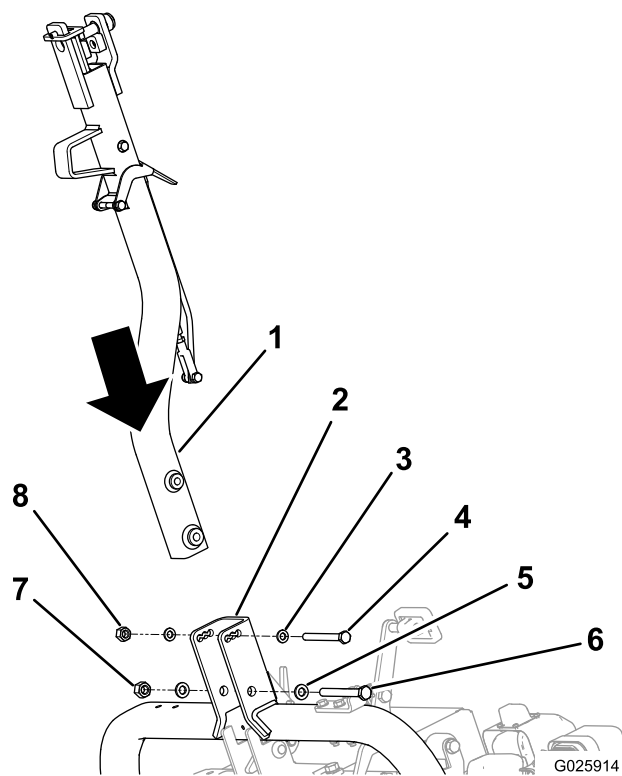

图4
- 使用适当的紧固件将挂钩固定到挂钩枢轴支架上；请参阅图4。